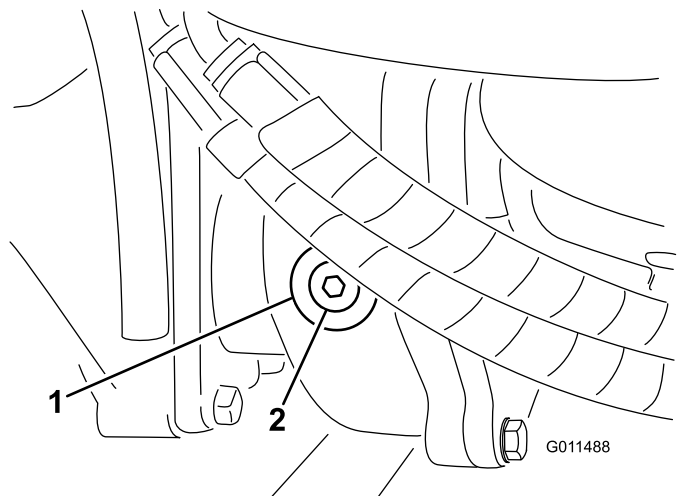

Figura 95
2. Retire o tampão de verificação/enchimento que se encontra na zona esquerda da caixa de engrenagens e certifique-se de que existe lubrificante até ao fundo do orifício (Figura 95).